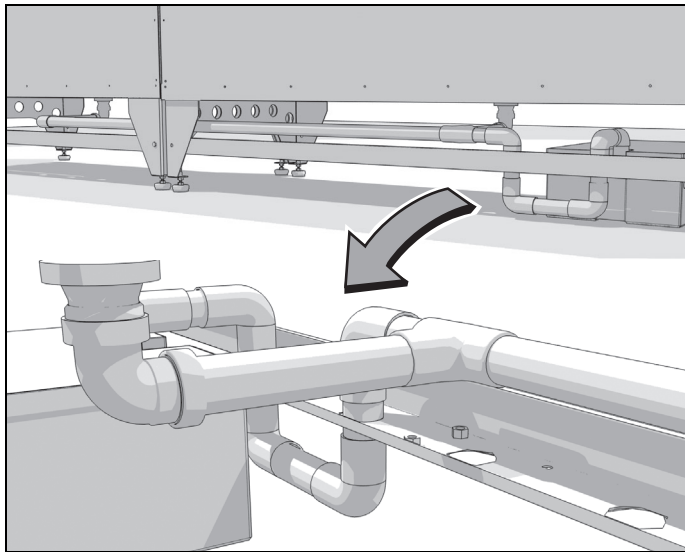

Fig. 4.8: Ölbehälter für die Entsorgung von zwei Filterbänken
- Für Montage eines einzigen Ölbehälters zur Entsorgung von zwei Lufteinlassmodulen siehe Fig. 4.8.